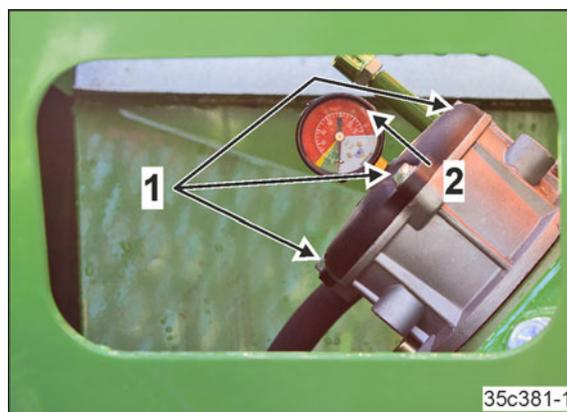

Рис. 332
1. Открутите болты с шестигранной головкой 6 x 25 (Рис. 332/1).
2. Поднимите крышку (Рис. 332/2)